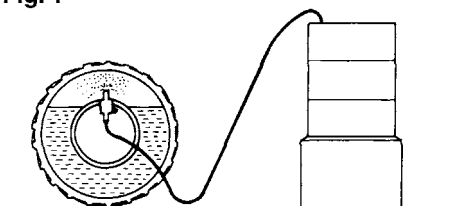

Fig. 2
2. Pump injection (**Fig. 2**)